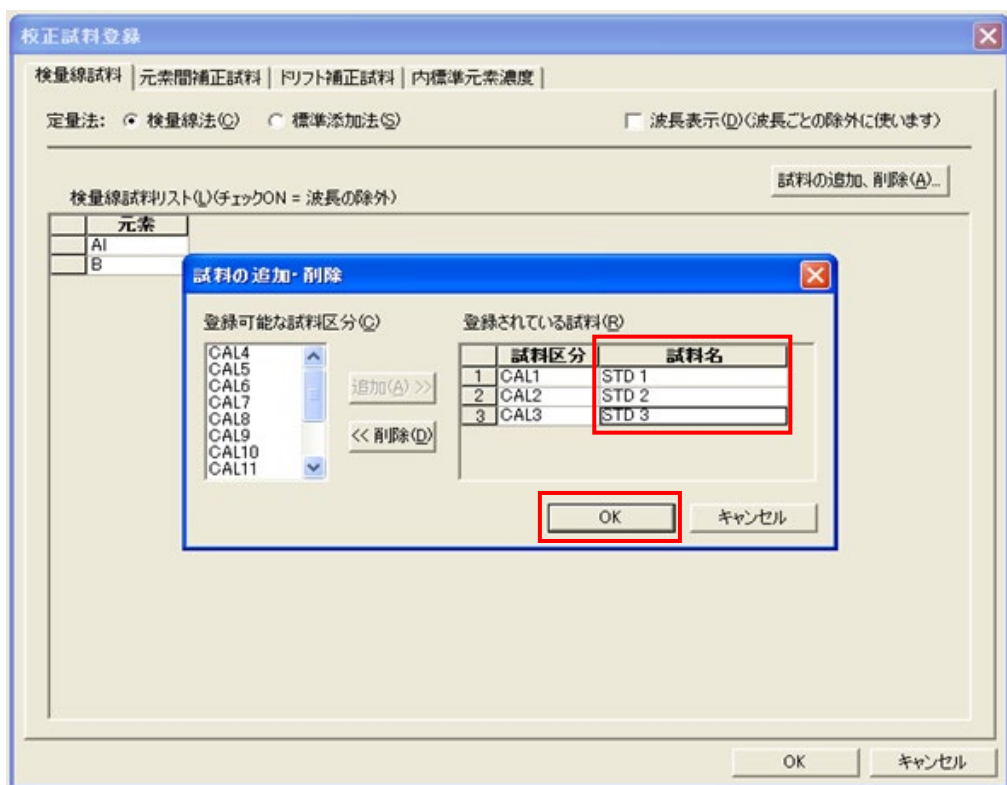

図 25
- ④ 「登録されている試料」の「試料名」欄に、試料名を入力します。(例：STD1,STD2,STD3) 図 25